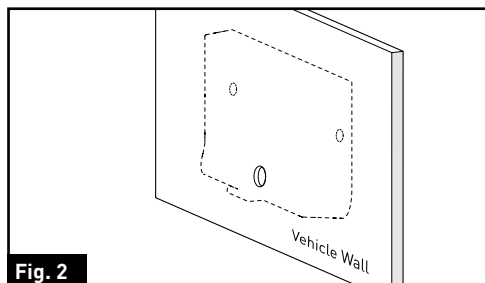

Fig. 2
3. À l'aide d'une scie-cloche de 5/8 po, percez un trou sur la paroi du véhicule à l'endroit où est inséré le fil du support de montage. (Fig. 2)